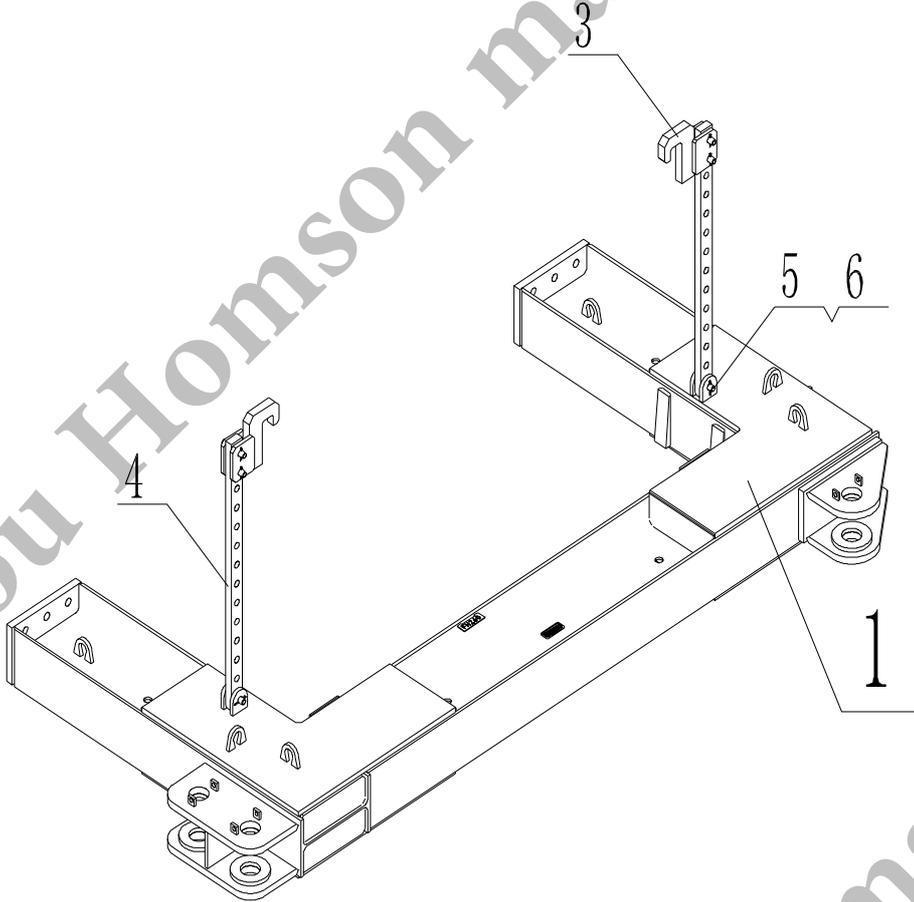

图 7.4-2
b. 用销轴(6)及开口销(6)将支架(3)及连杆(4)固定在半梁(1)上，并将支架(3)挂在标准节顶升块上。必要时可用手拉葫芦水平牵引，将附着半梁拉至靠近标准节主弦处固定，见图 7.4-2。